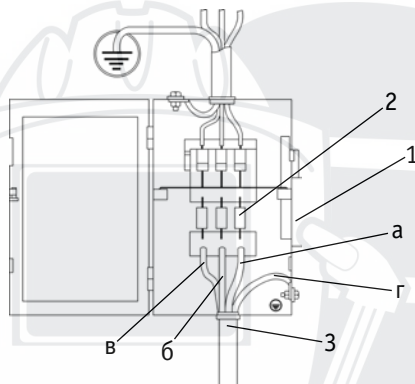

Рис. 8.3. Схема подключения к сети.
1. Подсоедините сетевую кабель к электросети с требуемыми параметрами. Проверьте надежность соединения кабеля и сетевой розетки (См. рис. 8.3).